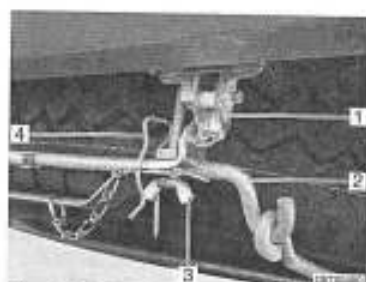

Fig. 215 Roue de secours dans le panier
- Retirer les deux goupilles de sécurité (Fig. 215,4).
- Desserrer les deux vis à oreilles (Fig. 215,3) sur les crochets droit et gauche (Fig. 215,1) de l'étrier de roue de secours.
- Presser légèrement l'étrier (Fig. 215,2) vers le haut, tirer les crochets vers l'avant et décrocher l'étrier.